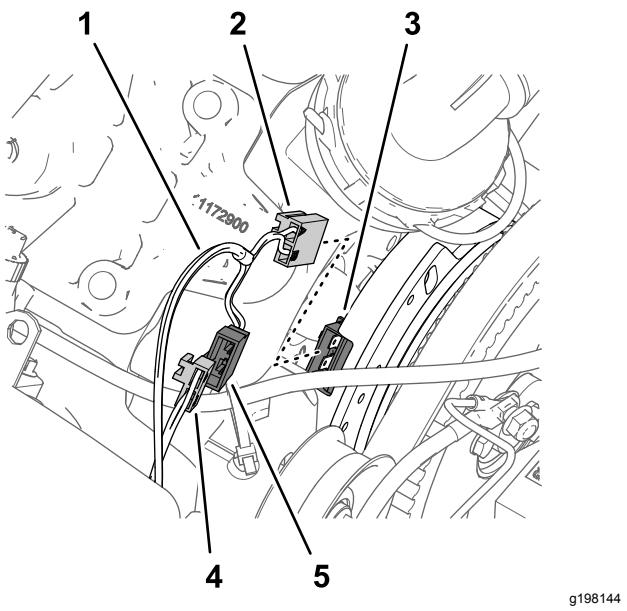

Figura 167
2. Ligue o conector de 2 pinos da secção de cablagem do kit (84 cm) rotulado EMBRAIAGEM DA BOMBA (pump clutch) ao conector de duas tomadas da cablagem da máquina rotulado BOBINA DA BOMBA DO PULVERIZADOR (spray pump coil) (Figura 167).
BOMBA (pump clutch) ao conector de 2 pinos do alternador (Figura 167).